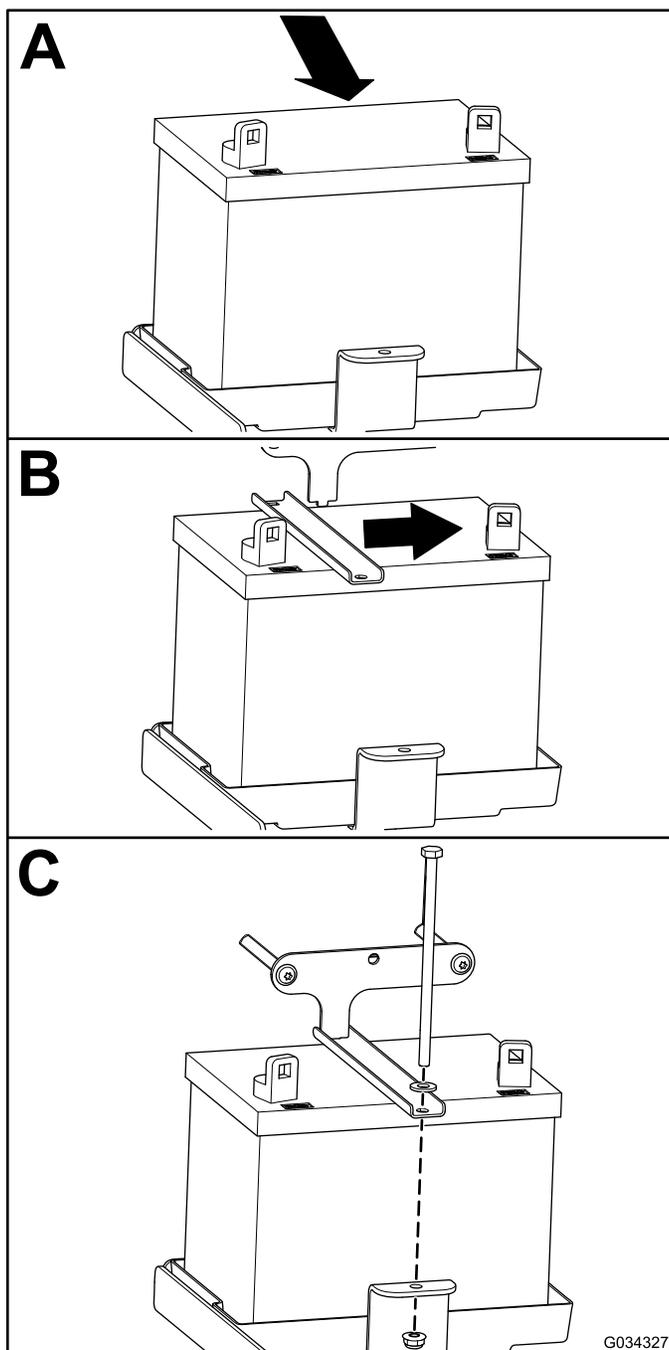

Рисунок 49
1. Установите аккумуляторную батарею, как показано на Рисунок 49.